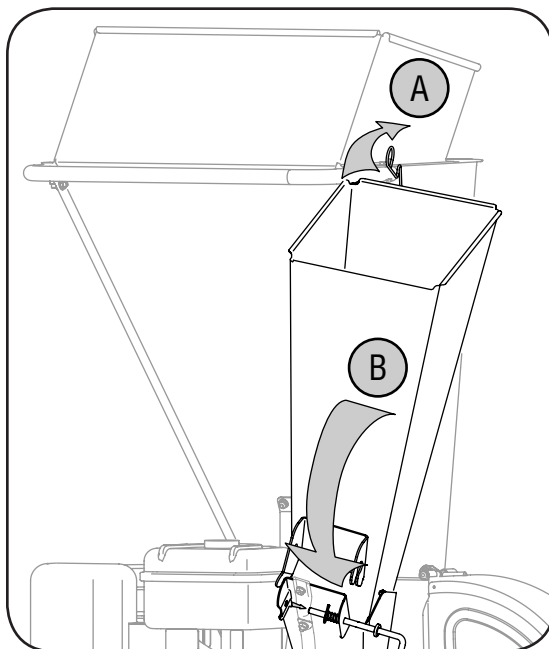

Figura 3-1
- b. Suavemente gire la tolva chipper abajo hasta que esto haga clic en la vara de cerradura. Vea la Figura 3-1.